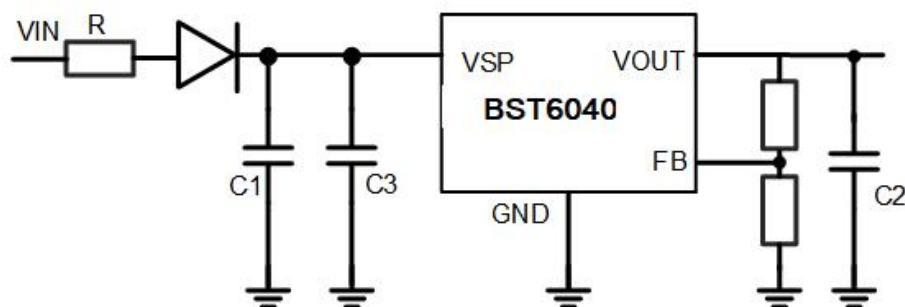

图 5-1 BST6040L 应用电路
2) 图 5-1 和图 5-2 给出了一种典型应用电路。为了确保控制环稳定，BST6040L 输出端需要一个容值至少 2 μF 、ESR 最大 3 Ω 的输出电容，其中钽电容和多层陶瓷电容都合适。
4) 为了缓冲电源线影响，可在图 5-1 所示的应用电路中的输入端增加了